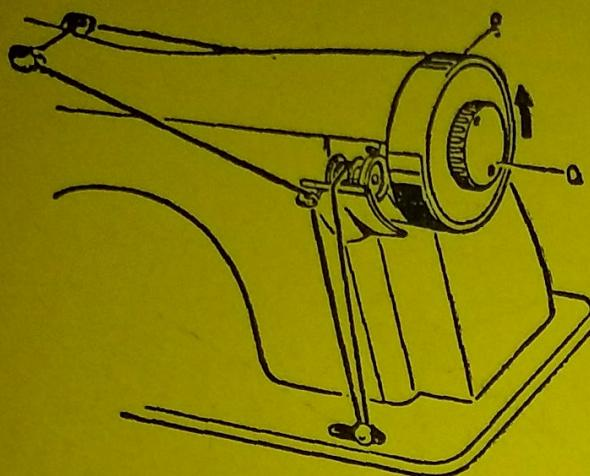

FIG. 5
- Desembragar el volantito "P" girando el botón "Q" en la dirección de la flecha (Fig. 5);